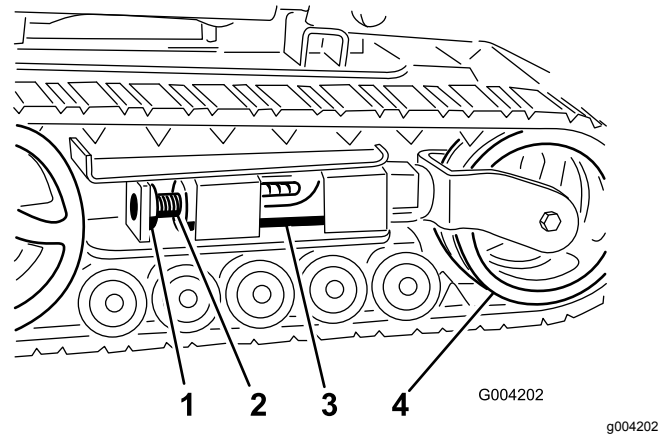
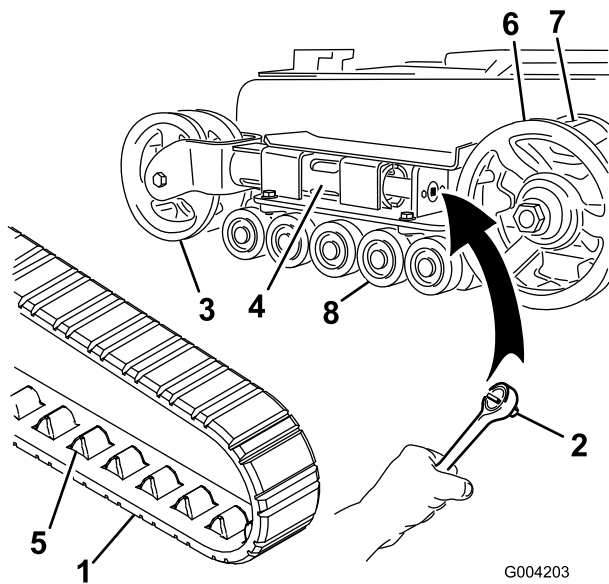
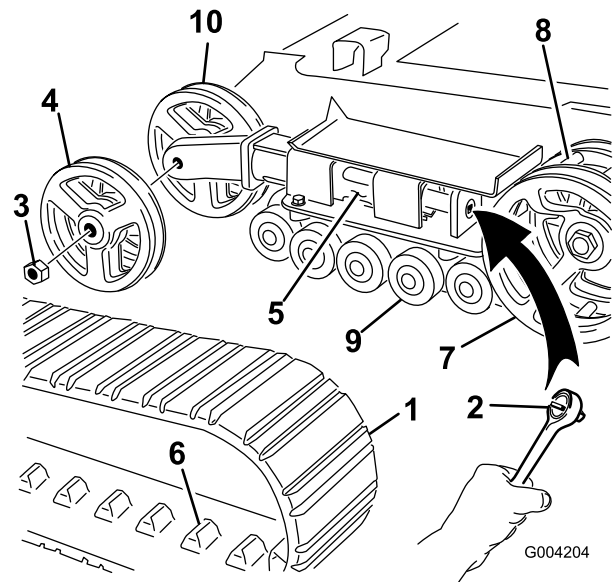

Bild 45
Bild 46
Bild 47
4. Entfernen Sie die Befestigungsschraube und Mutter (Bild 45).
6. Richten Sie die am nächsten liegende Kerbe in der Spanschraube mit dem Loch der Befestigungsschraube aus und befestigen Sie die Schraube mit der Befestigungsschraube und Mutter (Bild 45).
Hinweis: Sie haben Schmalspurketten, wenn die vorderen Spannungsräder an der Innenseite einer Gabel am Ende des Spannsrohrs montiert sind (Bild 46).
5. Lösen Sie die Antriebsspannung mit einer Ratsche (1/2"), indem Sie die Spanschraube nach rechts drehen (Bild 45 und Bild 46).
6. Drücken Sie das Spannrad zur Rückseite der Maschine, um den Druckschlauch gegen den Rahmen zu bewegen (Bild 46).
8. Wenn Sie die Kette vom Spannrad entfernt haben, entfernen Sie sie auch vom Antriebsrad und den Straßenrädern (Bild 46).
9. Legen Sie die neue Kette, beginnend beim Antriebsrad, um das Rad und stellen Sie sicher, dass die Stollen an der Kette zwischen die Zahnräder am Kettenrad passen (Bild 46).
10. Drücken Sie die Kette unter und zwischen die Straßenräder (Bild 46).
Hinweis: Sie haben Breitspurketten, wenn die vorderen Spannungsräder an der Seite am Ende des Spannungsrohrs montiert sind (Bild 47).
5. Lösen Sie die Antriebsspannung mit einer Ratsche (1/2"), indem Sie die Spannschraube nach rechts drehen (Bild 45 und Bild 47).
6. Drücken Sie das Spannrad zur Rückseite der Maschine, um den Druckschlauch gegen den Rahmen zu bewegen (Bild 47).
7. Nehmen Sie die Mutter ab, mit der das äußere Spannrad befestigt ist. Nehmen Sie das Rad ab (Bild 47).
8. Nehmen Sie die Kette ab (Bild 47).
9. Nehmen Sie die Mutter ab, mit der das innere Spannrad befestigt ist. Nehmen Sie das Rad ab (Bild 47).
13. Setzen Sie das innere Spannrad ein und befestigen Sie es mit der vorher abgenommenen Mutter (Bild 47).
15. Montieren Sie die neue Kette. Achten Sie darauf, dass die Stollen in der Kette zwischen die Zahnräder in der Mitte des Antriebsrads passen (Bild 47).
16. Setzen Sie das äußere Spannrad ein und befestigen Sie es mit der vorher abgenommenen Mutter (Bild 47).
6. Setzen Sie die eingefettete Straßenradkappe auf den Schraubenkopf (Bild 46).
7. Befestigen Sie die Straßenradkappe mit dem Sprengring (Bild 46).